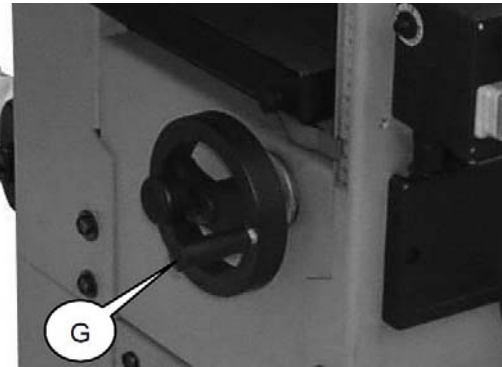

Fig.17: Mesa de regrueso de volantes
Paso 1: Gire la mesa de regrueso a la posición más baja girando el volante (G, Fig.17).